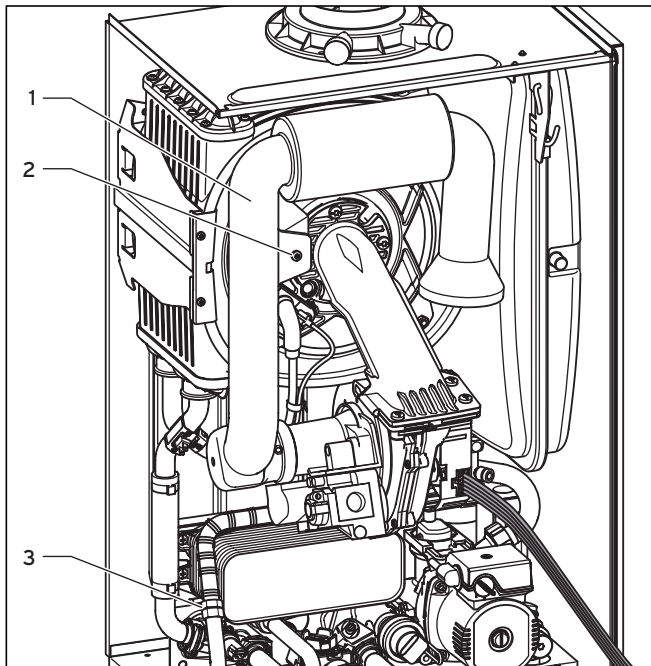

Abb. 8.7 Gaszuleitung anschließen
Vergiftungs- und Brandgefahr durch Gasaustritt aufgrund von Undichtigkeiten. Gasdichtheit am Gasanschluss 3 und 11 mit Lecksuchspray prüfen! (Abb. 8.7 und 8.8).
- Prüfen Sie, ob der blaue Dichtring im Luftansaugrohr (1) richtig im Dichtungssitz liegt, siehe Abb. 8.7.
- Stecken Sie das Luftansaugrohr auf den Ansaugstutzen und befestigen Sie das Rohr mit der Halteschraube (2), siehe Abb. 8.7.